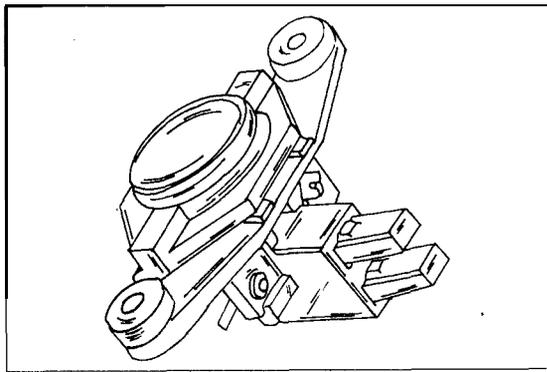

Bild 335
- Bürstenträger/Spannungsregler (5) von der Lichtmaschine abschrauben und herausziehen. Der Spannungsregler muss dazu etwas angekippt werden, um die Bürsten nicht zu beschädigen.
- Länge der Bürsten entsprechend Bild 335 ausmessen. Falls die Bürsten bis auf 5 mm abgeschliffen sind, sind die Zuleitungen an den mit Pfeilen gezeigten Stellen abzulöten.
- Neue Bürsten einlöten und Teile in umgekehrter Reihenfolge wieder montieren. Darauf achten, dass die Bürsten einwandfrei auf den Schleifringen aufsitzen können. Beim Einschieben des Spannungsreglers muss dieser Kontakt mit der Masseklemme (6) herstellen.
Kohlebürsten auf guten Kontakt mit den Schleifringen prüfen. Beweglichkeit der Kohlen in den Bürstenführungen kontrollieren, gegebenenfalls den Bürstenhalter mit einer fettlösenden Flüssigkeit säubern. Falls die herausstehende Länge der Bürste bis auf 5,0 mm abgenutzt ist (Bild 335), muss eine neue Bürste eingelötet werden. Ein Messlineal zum Messen benutzen.